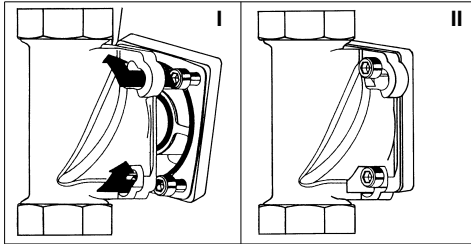

Fig. 2: Bride rotative de montage à baïonnette
**Il faut que la bride rotative de montage soit installée dans le sens d'écoulement. Celui-ci est indiqué par une flèche moulée dans le matériau (cf. fig. 2).**
- Insérer les quatre vis de bride dans les raccords baïonnette de la bride rotative de montage (cf. fig. 2 I).
- Tourner la station d'eau domestique dans le sens horaire jusqu'à la butée (cf. fig. 2 II).